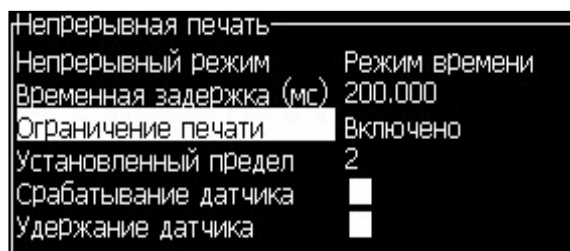

Рисунок 4-24: Диалоговое окно "Continuous Print" (непрерывная печать)
- 1 Выберите опцию “Continuous Print” (непрерывная печать) из меню “Print” (печать). Появится диалоговое окно “Continuous Print” (непрерывная печать) (Рисунок 4-24).